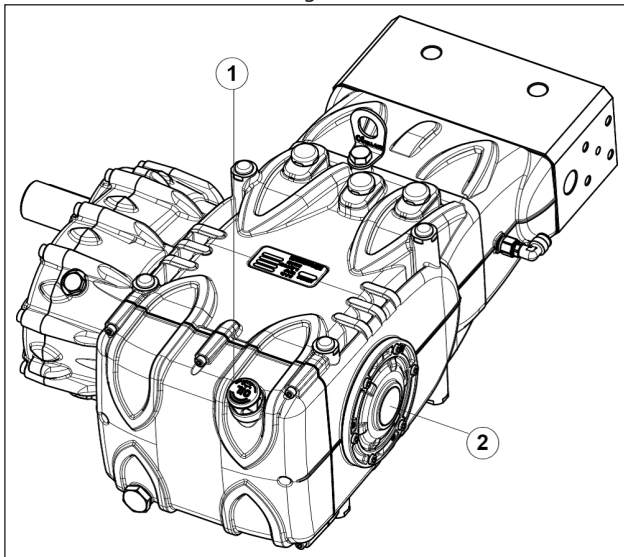

Abb. 16
5. Der Ölstand im Pumpengehäuse korrekt ist, u.z. über den entsprechenden Messstab (Pos. ①, Abb. 16) und ausnahmsweise am Schauglas (Pos. ②, Abb. 16).